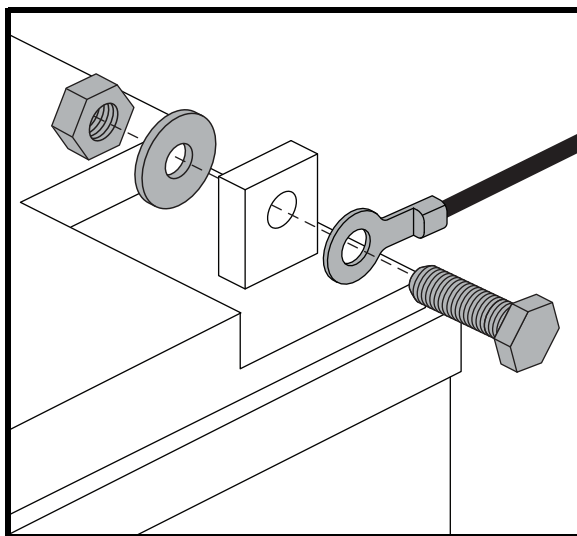

Figura 13. Equipo Terminal de la Batería
- Desconecte los cables de batería de los terminales de batería deslizando hacia atrás las cubiertas de las terminales y desenroscando la tuerca del tornillo. **Ver la figura 13.**